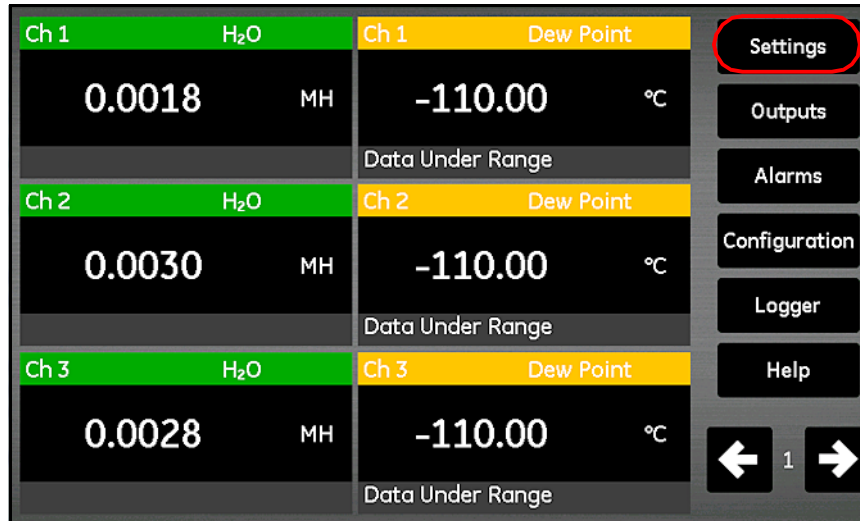

Figure 93: Touche Réglages sur l'écran principal
3. À l'écran principal, touchez **Réglages** (voir *Figure 93* page suivante).